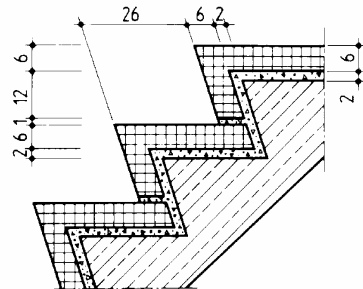

Bild 3.75 Betonwerksteintreppe
9. Eine 1,25m breite Treppe (Bild 3.75) soll mit Winkelstufen aus Betonwerkstein auf Kalkzementmörtel belegt werden. Welche Gewichtskraft in kN hat eine Winkelstufe mit Mörtelbett?